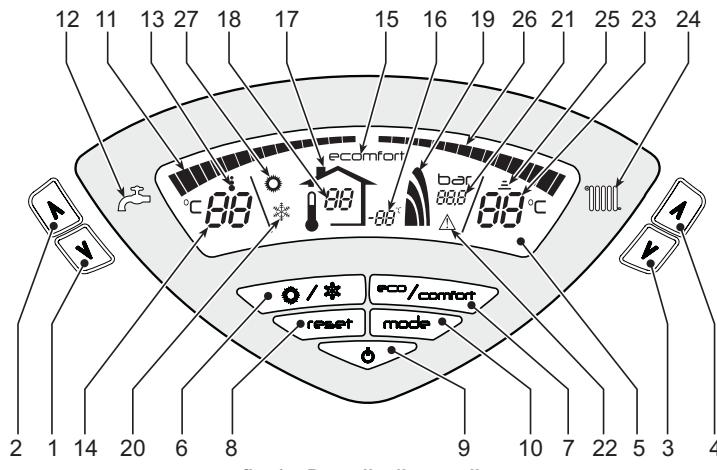
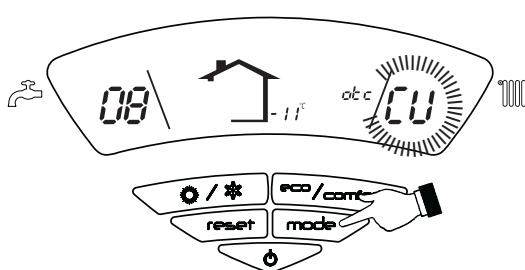

fig. 1 - Pannello di controllo
fig. 11 - Curva di compensazione
La richiesta riscaldamento (generata da Termostato Ambiente o Cronocomando Remoto) è indicata dal lampeggio del simbolo **Funzionamento Riscaldamento** (part. 25 - fig. 1).
Le tacche di graduazione riscaldamento (part. 26 - fig. 1), si accendono man mano che la temperatura del sensore riscaldamento raggiunge il valore impostato.
La richiesta sanitario (generata dal prelievo d'acqua calda sanitaria) è indicata dal lampeggio del simbolo **Funzionamento Sanitario** (part. 13 - fig. 1). Accertarsi che sia attiva la funzione Comfort (part. 15 - fig. 1).
Le tacche di graduazione sanitario (part. 11 - fig. 1), si accendono man mano che la temperatura del sensore sanitario raggiunge il valore impostato.
Quando il riscaldamento del bollitore è attivo (impostazione di default), sul display è attivo il simbolo COMFORT (part. 15 - fig. 1), mentre quando è disinserito, sul display è attivo il simbolo ECO (part. 15 - fig. 1).
Il bollitore può essere disattivato dall'utente (modalità ECO) premendo il tasto eco/comfort (part. 7 - fig. 1). Per attivare la modalità COMFORT premere nuovamente il tasto eco/comfort (part. 7 - fig. 1).
Premere il tasto **on/off** (part. 9 - fig. 1) per 1 secondo.
Per riaccendere la caldaia, premere nuovamente il tasto **on/off** (part. 9 fig. 1) per 1 secondo.
- Premere il tasto **ON/OFF** (9 - fig. 1)
Premere il tasto **estate/inverno** (part. 6 - fig. 1) per 1 secondo.
Il display attiva il simbolo Estate (part. 27 - fig. 1): la caldaia erogherà solo acqua sanitaria. Rimane attivo il sistema antigelo.
Per disattivare la modalità Estate, premere nuovamente il tasto **estate/inverno** (part. 6 - fig. 1) per 1 secondo.
Agire sui **tasti riscaldamento** (part. 3 e 4 - fig. 1) per variare la temperatura da un minimo di 30 °C ad un massimo di 80°C.
Agire sui **tasti sanitario** (part. 1 e 2 - fig. 1) per variare la temperatura da un minimo di 10°C ad un massimo di 65°C.
Quando viene installata la sonda esterna (opzionale) sul display del pannello comandi (part. 5 - fig. 1) è visualizzata l'attuale temperatura esterna rilevata dalla sonda esterna stessa. Il sistema di regolazione caldaia lavora con "Temperatura Scorrevole". In questa modalità, la temperatura dell'impianto di riscaldamento viene regolata a seconda delle condizioni climatiche esterne, in modo da garantire un elevato comfort e risparmio energetico durante tutto il periodo dell'anno. In particolare, all'aumentare della temperatura esterna viene diminuita la temperatura di mandata impianto, a seconda di una determinata "curva di compensazione".
Con regolazione a Temperatura Scorrevole, la temperatura impostata attraverso i **tasti riscaldamento** (part. 3 e 4 - fig. 1) diviene la massima temperatura di mandata impianto. Si consiglia di impostare al valore massimo per permettere al sistema di regolare in tutto il campo utile di funzionamento.
Premendo una volta il tasto **mode** (part. 10 - fig. 1) viene visualizzata l'attuale curva di compensazione (fig. 11) ed è possibile modificarla con i **tasti sanitario** (part. 1 e 2 - fig. 1).